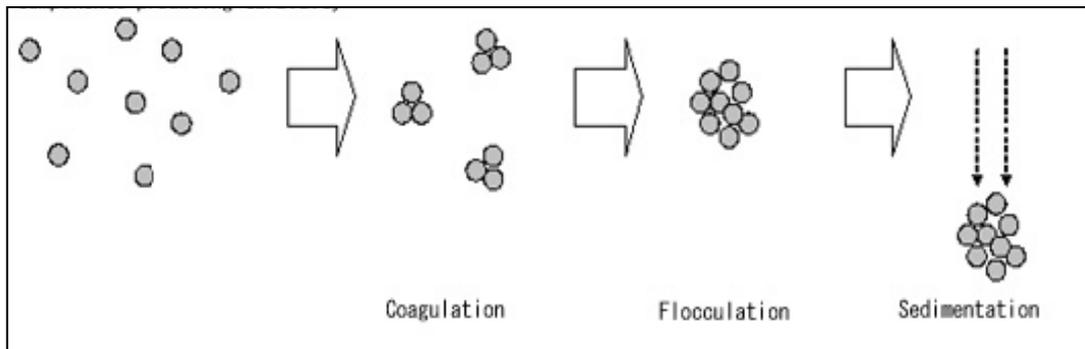

Figure 3 : Processus de coagulation, floculation et de sédimentation
- Principe** : Ce procédé permet ensuite de rendre l'eau limpide en la débarrassant des matières en suspension qu'elle contient dites particules colloïdales (de diamètre compris entre 0,1 et 10  $\mu\text{m}$ ). Elle s'effectue en deux temps : on injecte d'abord dans l'eau des réactifs chimiques (sel d'aluminium par exemple) qui provoquent la **coagulation** des particules. Ces produits chimiques s'appellent des coagulants. La charge positive du coagulant neutralise la charge négative des particules dissoutes et suspendues dans l'eau. Ces particules s'agglomèrent les unes aux autres et forment des "flocons" : c'est la **floculation**. Ces "flocons" plus lourds que l'eau, se déposent au fond d'un bassin de **décantation** et sont évacués régulièrement sous forme de boues (figure 3).